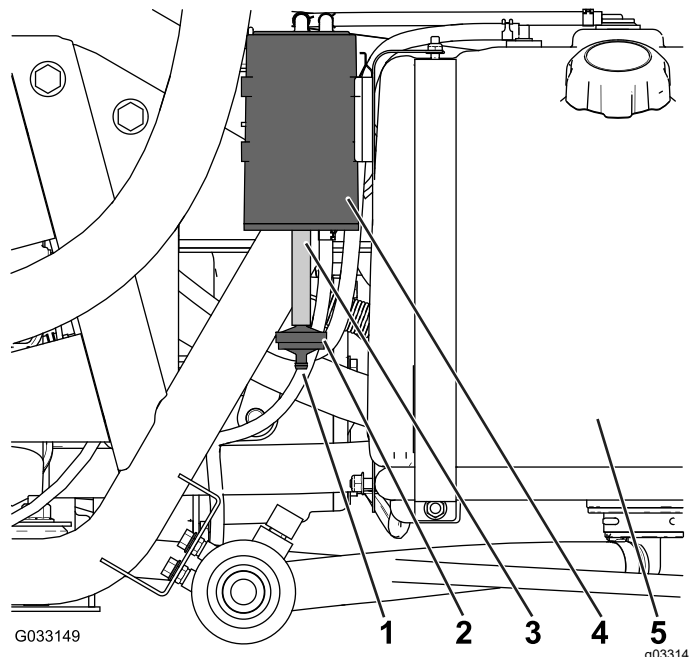

Figura 47
Compruebe el orificio de la parte inferior del filtro de aire del cartucho de carbono, y asegúrese de que está limpio y libre de residuos y obstrucciones (Figura 47).
1. Desconecte el acoplamiento dentado del filtro del cartucho de carbón de la manguera de la parte inferior del cartucho de carbono, y retire el filtro (Figura 47).